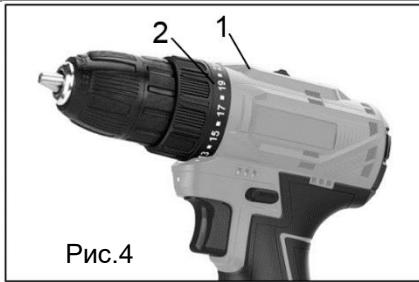

Рис.4
Шуруповерт оснащен специальным вращающимся кольцом для установки ограничения крутящего момента. Для установки ограничения крутящего момента на вращающемся кольце нанесены цифры (1) (Рис. 4). Поверните кольцо до совмещения необходимой цифры со стрелкой (2) Для правильной установки используйте таблицу ниже.